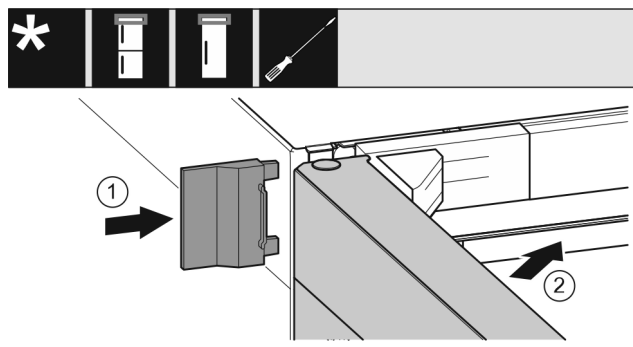

Fig. 26
- Buitenste afdekking Fig. 26 (1) erop schuiven.
- Bovenste deur Fig. 26 (2) sluiten.